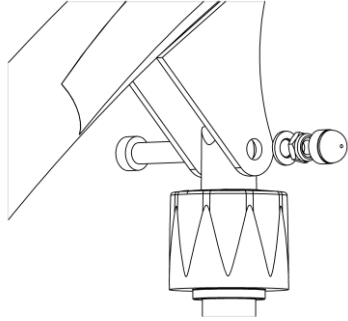

Fig. 1.6D
3. Monter aktuator på løftearmen. Brug unbrakonøglen og fastnøglen til at fastspænde bolten og møtrikken (Fig. 1.6D). Påsæt pyntemuffen på møtrikken.